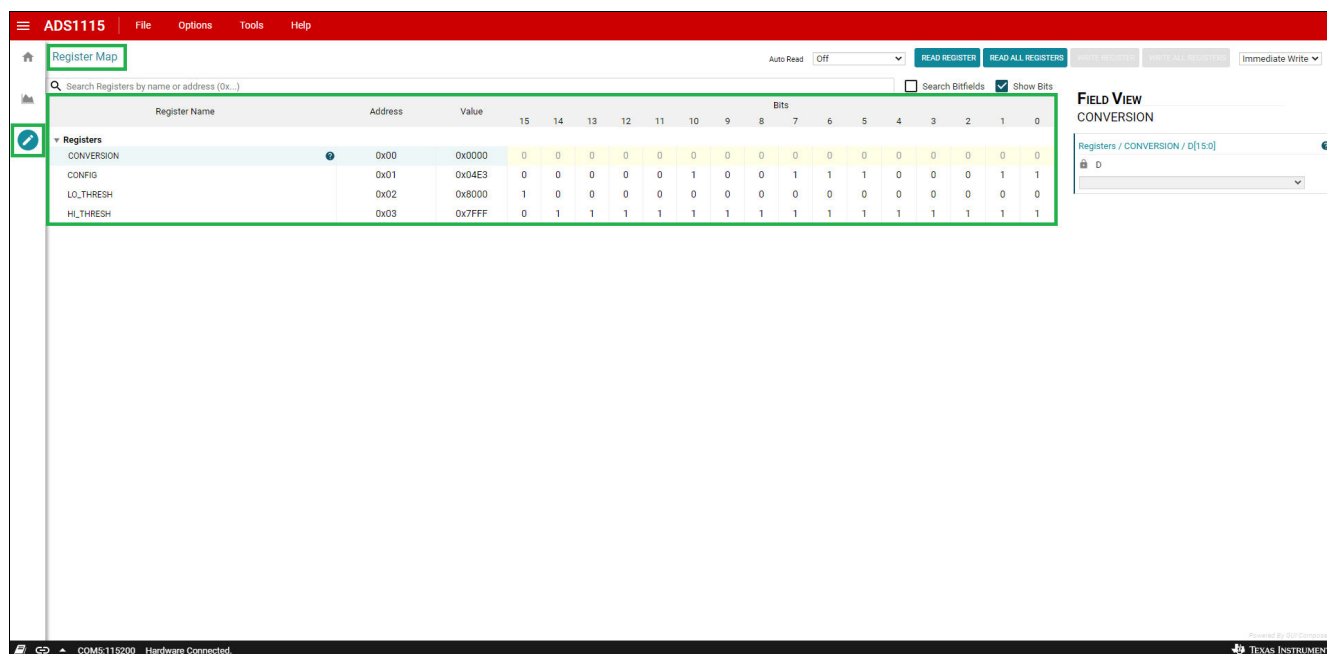

图 5-21. 寄存器映射
**Register Map** ( 寄存器映射 ) 窗口 (图 5-21) 包含配置相关信息，以及来自 ADS1x15 的最后一个转换数据。